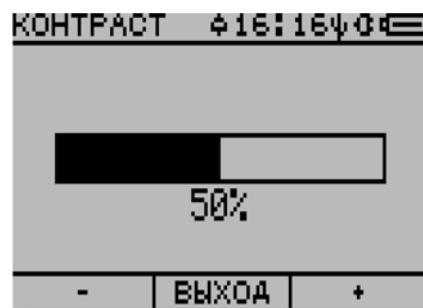

Рисунок 2.66
2) Клавишами **[ - ]**, **[ + ]** либо **F1 – «-»**, **F3 – «+»** уменьшить/увеличить числовое значение параметра. Однократное нажатие одной из этих клавиш соответственно приводит к уменьшению (декрементации) или к увеличению (инкрементации) значения на шаг, нажатие и удержание клавиш **[ - ]**, **[ + ]** приводит к последовательному изменению значения на шаг с частотой менее 1Гц в течение всего времени удержания. Для удобства визуального восприятия процесса редактирования параметра над числовым значением параметра выводится полоска-индикатор, которая заполняется темной заливкой в пропорциональном соотношении (рисунок 2.66).